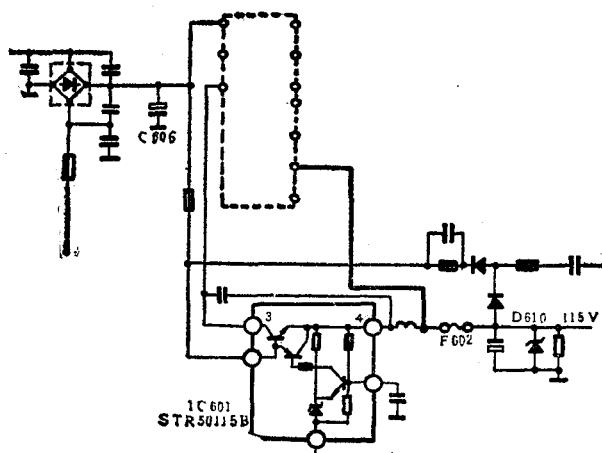

图 1-1
2. 检查稳压电路。测量115V稳压输出电压为0V，而测量整流滤波后的电压，即C606两端电压为284V，整流滤波电压正常。稳压输出电压为零，说明稳压电路有故障。检查F602已经烧断，测量115V对地正反向电阻均为零，检查保护二极管D610已经击穿短路。检查稳压集成电路IC601(见图1-1)，测量IC601第③脚与第④脚之间的正反向电阻均为 0Ω ，说明IC601已经损坏。更换一块IC601(STR50115B)厚膜电路后，再更换一只D610(EX0152CE
2. 检查保护电路。该机保护电路采用一次性保护元件D610，当作用在 D610 两端电压达到140V左右时，D610(见图1-1)击穿短路，从而不会使过高的电压加到行扫描等负载电路，保护负载电路主要元件不被击穿损坏。D610短路的同时使开关电源自动停止振荡而不工作。D610损坏主要有两个原因：一是D610自身性能不良，二是稳压电路失去稳压作用，而起到保护作用短路损坏。检查 D610 正反向电阻均为零，检查 IC601 的各脚对地正反向电阻（正常值见表1-1）均正常，说明是D610性能不良。用EX0074CE或ZPY130代换D610后，开机试验，电视机恢复正常。